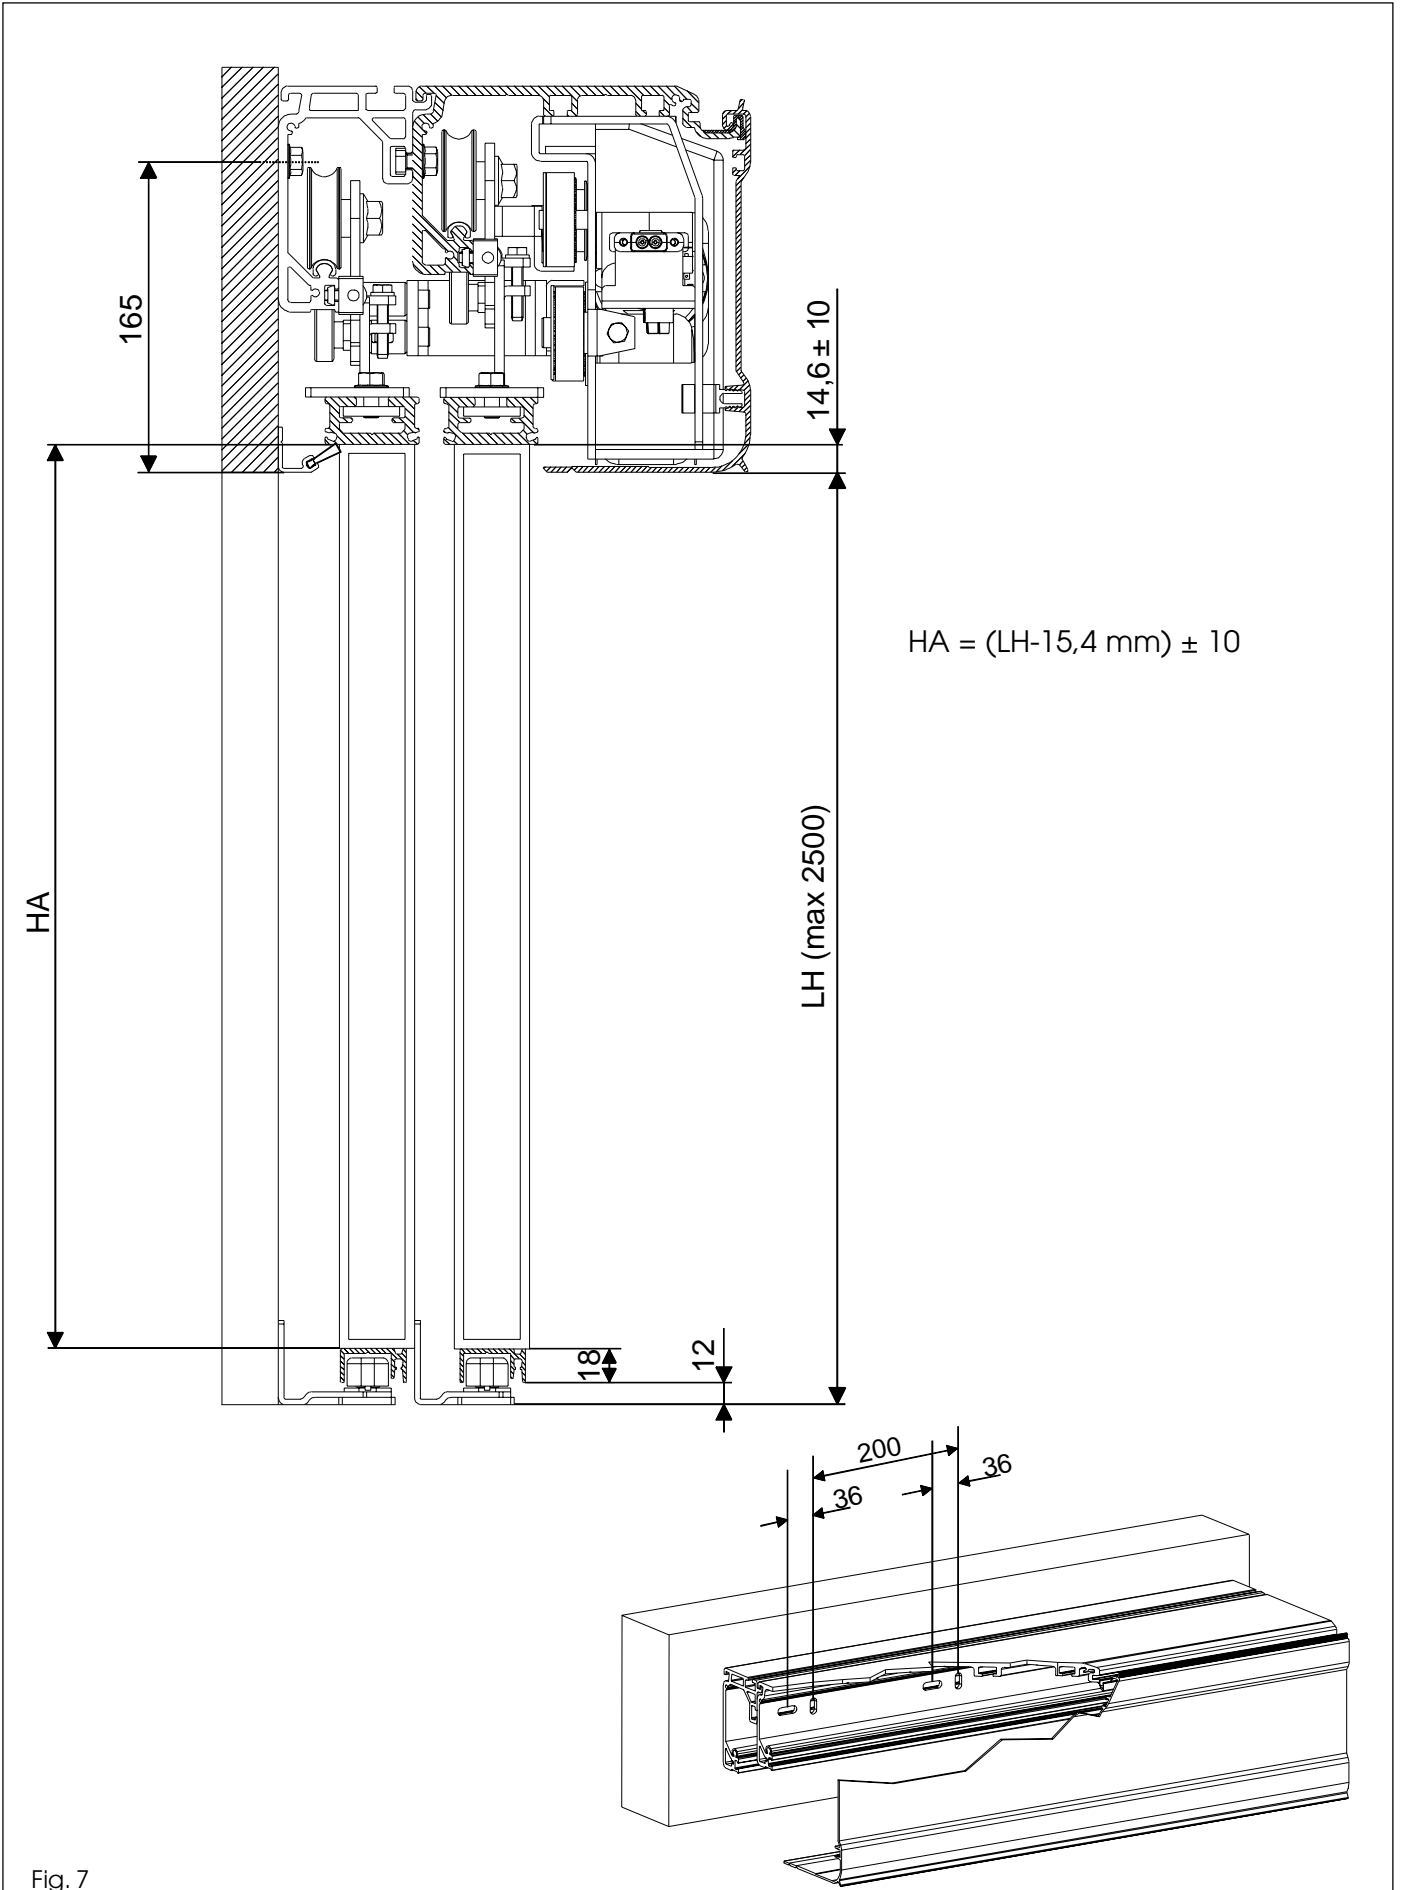

Fig. 7
•Bepaal de exacte positie van de dwarsbalk - neem hierbij de maten van fig. 7 in aanmerking. De dwarsbalk moet parallel aan de vloer worden bevestigd.
•Bevestig de dwarsbalk aanvankelijk ter hoogte van een verticale uitsparing aan het ene uiteinde, en aan een horizontale uitsparing aan het andere uiteinde (gebruik hiervoor schroeven M8 en bijbehorende pluggen) en plaats de dwarsbalk parallel aan de vloer. Zet de balk in het midden vast door hem met kracht op te tillen, zodat de drie bevestigingspunten op één lijn liggen. Ga verder met de resterende bevestigingen en wissel hierbij af tussen verticale en horizontale uitsparingen (fig. 7).